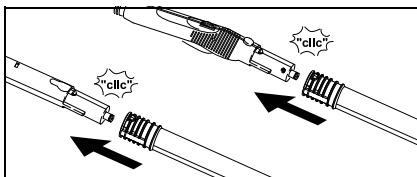

Fig. 7
- Brug forlængerrøret (G1) om nødvendigt. Sæt et eller begge forlængerrør på damp pistolen (C1) (se fig. 7) Sæt det nødvendige tilbehør (D1, E1, F1, H1) på forlængerrørets frie ende.